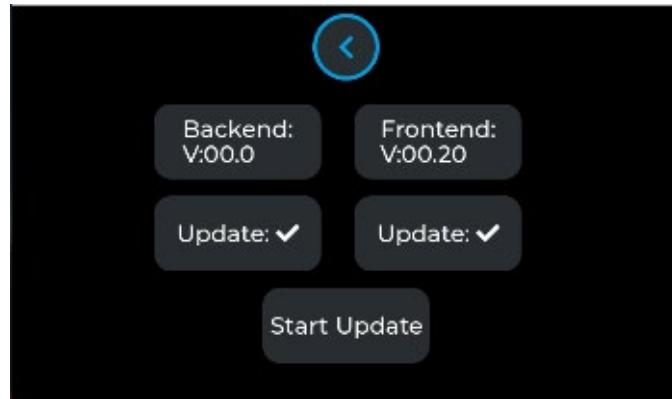

Fig. 6.11 Menu de mise à jour
- 6) Une fenêtre de mise à jour s'ouvre, comme sur la fig. 6.11. Appuyez sur le bouton « Start Update » pour lancer la mise à jour. Le pourcentage de progression de la mise à jour s'affiche à l'écran.